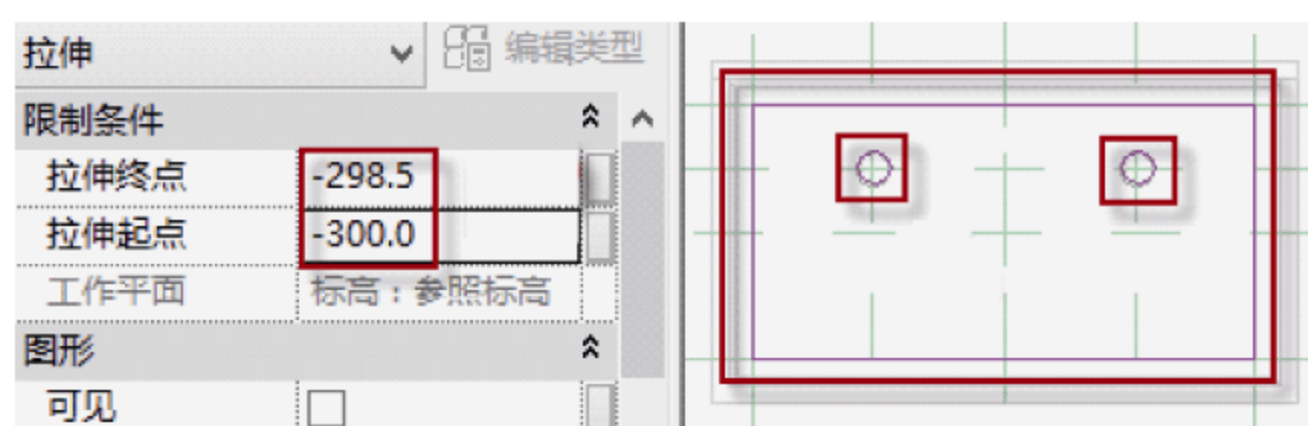

图 8.2.39 绘制水池底板
(7) 水池底板是长度为 600mm，宽度为 600mm，厚度为 1.5mm 的板，中间有两个半径为 40mm 的孔洞。返回到“楼层平面-参照标高”平面，选择“创建”→“拉伸”→“矩形框”和“圆形框”命令，绘制图框，在“属性”面板中编辑“拉伸起点”和“拉伸终点”的数值（-300，-298.5），单击√按钮，如图 8.2.39 所示。